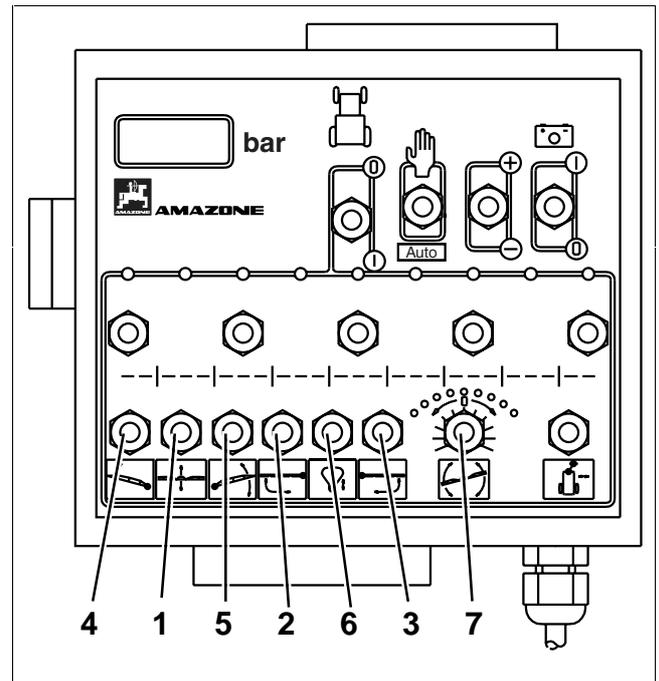

Fig. 8.66
- Activar el pulsador (Fig. 8.66/1) y mediante la regulación hidráulica de altura elevar el varillaje hasta una posición media.
- Mantener uno de los pulsadores (Fig. 8.66/2 o Fig. 8.66/3) en la posición „Desplegar“ hasta que ambos paquetes de los brazos de extensión se hayan rebatido hacia abajo y los segmentos individuales se hayan desplegado completamente. Los correspondientes cilindros hidráulicos bloquean el varillaje en posición de trabajo.
- Mantener los pulsadores (Fig. 8.66/2 y Fig. 8.66/3) en la posición „Desplegar“ hasta que ambos paquetes de los brazos de extensión se hayan rebatido hacia abajo y los segmentos individuales se hayan desplegado completamente. Los correspondientes cilindros hidráulicos bloquean el varillaje en posición de trabajo.